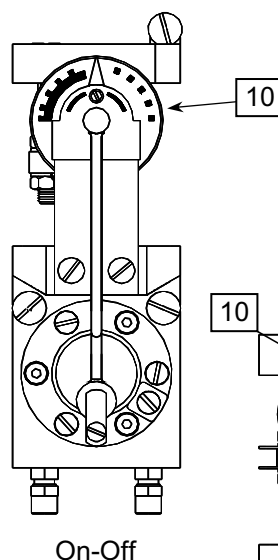

Fig. 11.2
#### **(Fig. 11.2)**
- 1) Den Verbindungsstab (45) bei Punkt "A" loslösen.
- 5) Kontrollieren, daß das Ausgangssignal 9 psi anzeigt. Tritt dies nicht ein, ist bei einem rein proportionalen Regler der Ring (14 Fig.11.2) zu drehen, bis das Ausgangssignal den Wert 9 psi erreicht hat. Handelt es sich um einen P+I Regler, leicht an dem Verbindungsstab (46) agieren, um das gleiche Resultat zu erhalten.
**Achtung:** Ist das Ausgangssignal nicht gleich 9 psi  $\pm 1$ , den Verbindungsstab (46) regulieren, auch wenn es sich um einen rein proportionalen Regler handelt.